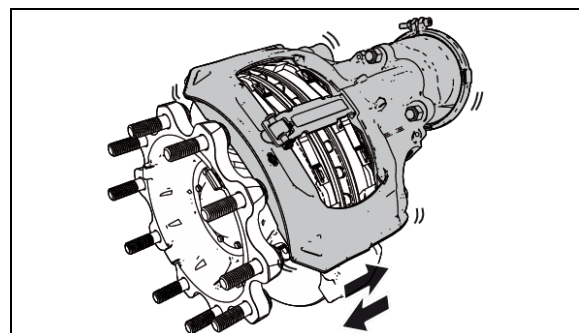

Figure 39: Test manuel en poussant et en tirant
3. Un mouvement dans les limites du jeu doit être possible en poussant et en tirant l'étrier à la main dans le sens axial (voir flèches, Figure 39). Un mouvement de 0.6 à 1.1 mm doit être possible.